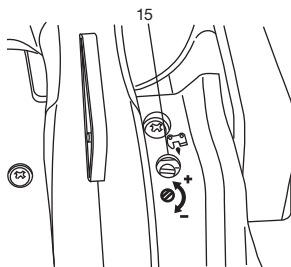

Fig. 9
Tourner la vis ajustant (15) counterclockwise pour augmenter la quantité et le tourne dans le sens des aiguilles d'une montre diminuer la quantité. (Fig. 9)